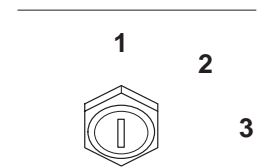

Bild 11
3. Drehen Sie den Zündschlüssel in die Aus-Stellung (Bild 11).